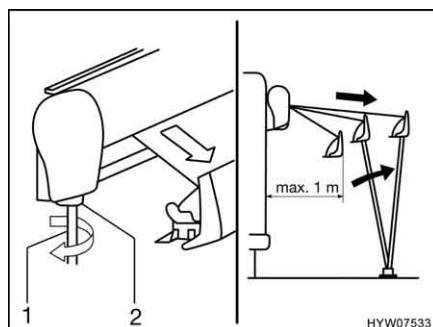

Fig. 33 Estrazione della tenda
- Inserire la manovella (Fig. 33,1) nel supporto a baionetta (Fig. 33,2) della tenda e girarla in senso antiorario. La tenda si apre dopo un paio di rotazioni.